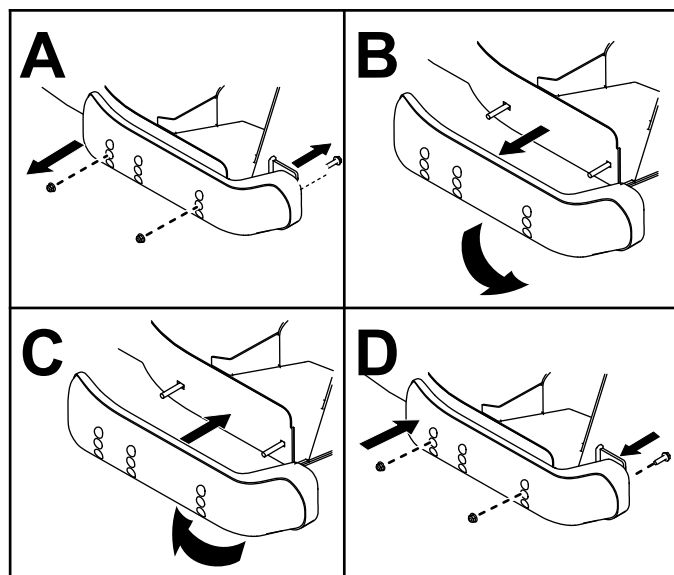

Figura 135
6. Scambiate i pattini e montateli utilizzando le viti che avete rimosso in precedenza (Figura 135).
5. Rimuovete i pattini dai lati del piatto di taglio (Figura 135).